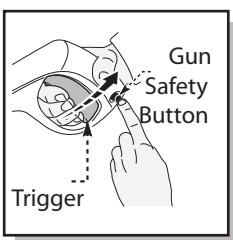

Fig. 5
- Para cerrar el disparador del fusil de rocío apunta el fusil lejos de usted y empuja el botón de cerradura del derecho de dejar, (Fig. 5), después de hacer así, estrujón o tirar el disparador para asegurarse de que es cerrado y no moverá. Entre el hábito de dejar el botón de cerradura en la posición "cerrada" cuando la arandela del poder no esté en el uso. Esto asegura que el fusil esté en el modo "seguro" hasta que esté listo para el uso.